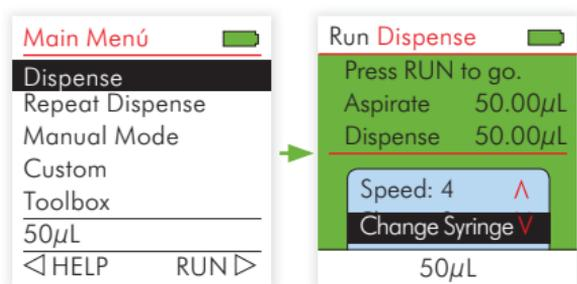

Figura 6. Seleccionar Cambio de Jeringa del Menú Rápido.
**1 Seleccione Cambiar Jeringa en el Menú de Acceso Rápido.** Seleccione Dispensar del Menú Principal. Luego, elija cambiar jeringa del Menú de Acceso Rápido en Azul (Figura 6).